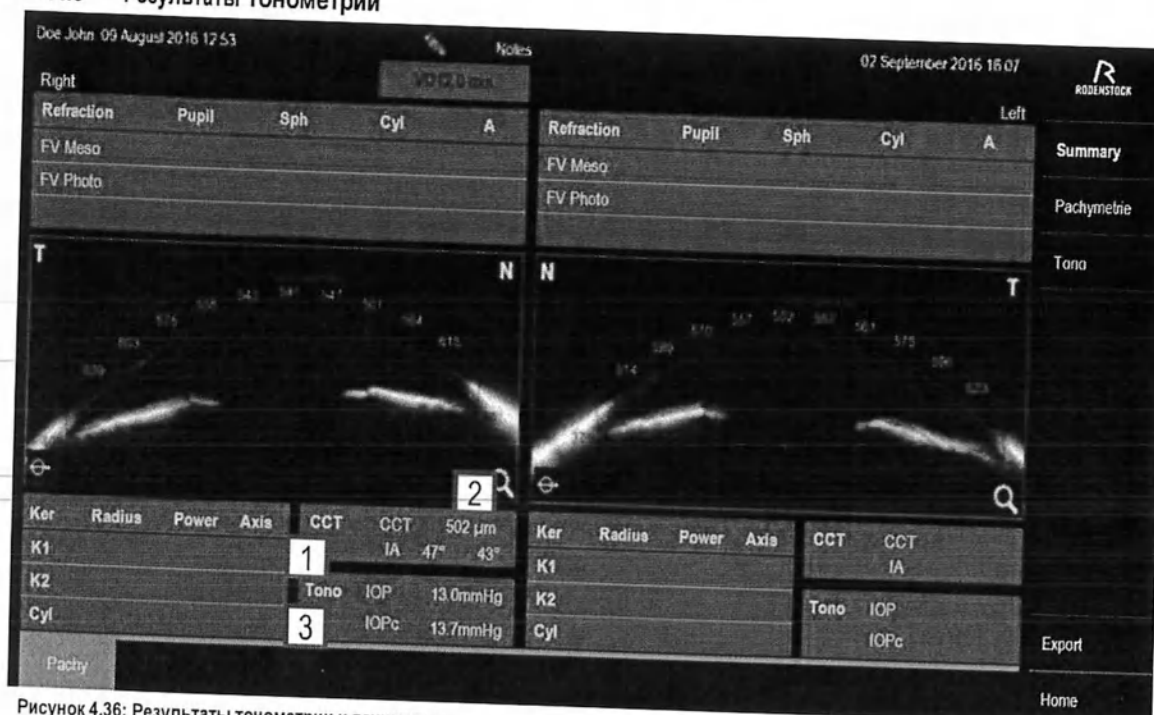

Рисунок 4.36: Результаты тонометрии и пахиметрии
Рисунок 4.36 появляется после выбора результатов измерения "Тонометрия" и зависит от результатов измерения пахиметрии. Во-первых, можно увидеть фактическое внутриглазное давление, измеренное для правого и левого глаза (ВГД) (1) в мм / РТ. ст., а также внутриглазное давление, скорректированное с учетом толщины роговицы (ВГДс) (3).